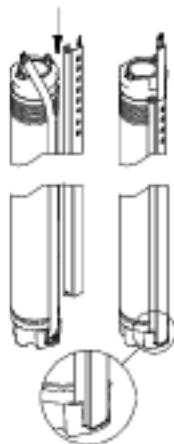

Рис. 9
5. Установите и затяните четыре винта (1 - 1,5 Нм), смотрите рис. 9.
2. Установите манжету кабеля в хомбок штекера. Две лапки защитной планки кабеля должны войти в зацепление с верхней кромкой гильзы насоса, смотрите рис. 9.